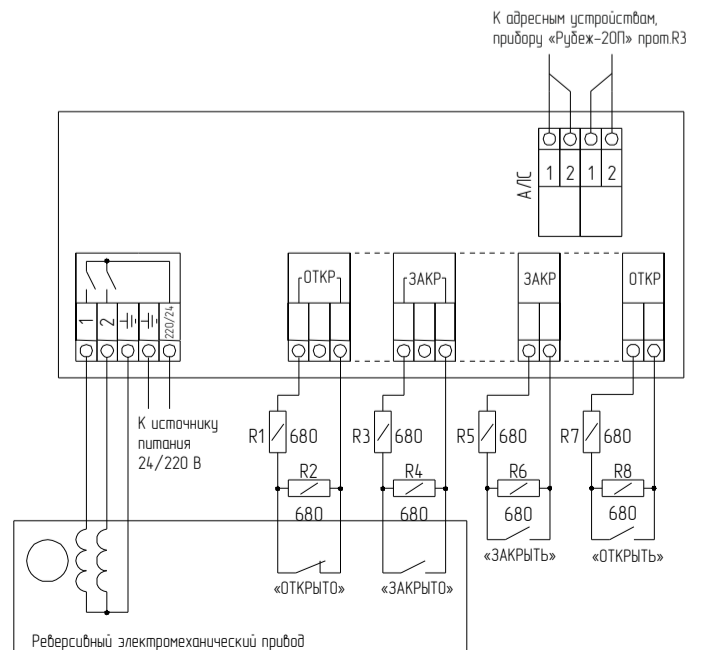

Рисунок 2 (заслонка клапана в положении «Открыто»)
• Реверсивный привод (Рисунок 2)